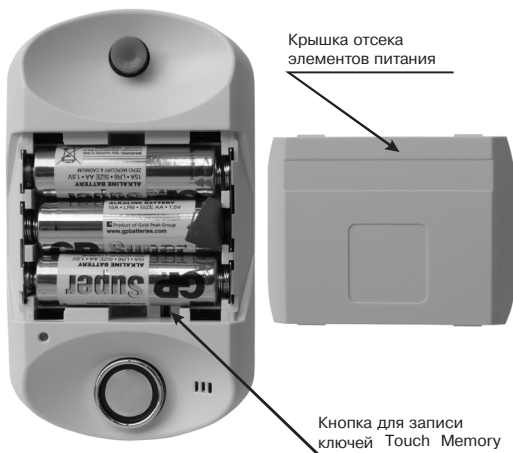

Рисунок 3
- 1 Откройте крышку отсека элементов питания (рисунок 3). Для этого нажмите на боковые поверхности крышки с двух сторон и потяните ее на себя.
- 3 Снимите крышку отсека элементов питания прибора (рисунок 3).
3 Снимите крышку отсека элементов питания прибора (рисунок 3).
Если элементы питания прибора разрядились до определенного порогового уровня, то при попытке включения охраны с помощью ключа Touch Memory раздаются три коротких и один длинный звуковой сигнал, охрана не включается. В этом случае необходимо заменить элементы питания. Если произойдет дальнейшее падение напряжения питания, прибор начнет посылать ложные тревоги, а затем и вовсе перестанет работать до замены элементов питания. Для замены элементов питания откройте крышку отсека элементов питания (рисунок 3) и, соблюдая полярность, замените их.